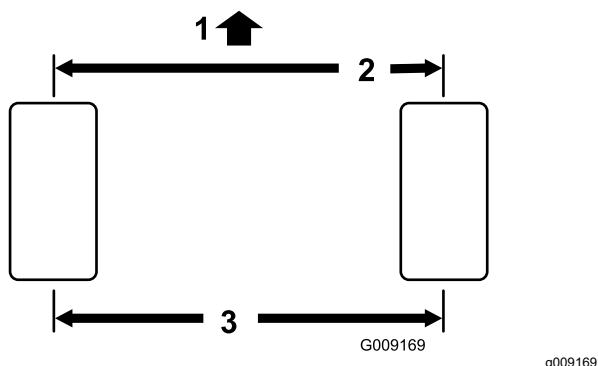

図 82
2. 後輪の前と後ろで、左右のタイヤの中央線間距離を測るアクスルの高さ位置で計測 図 82。